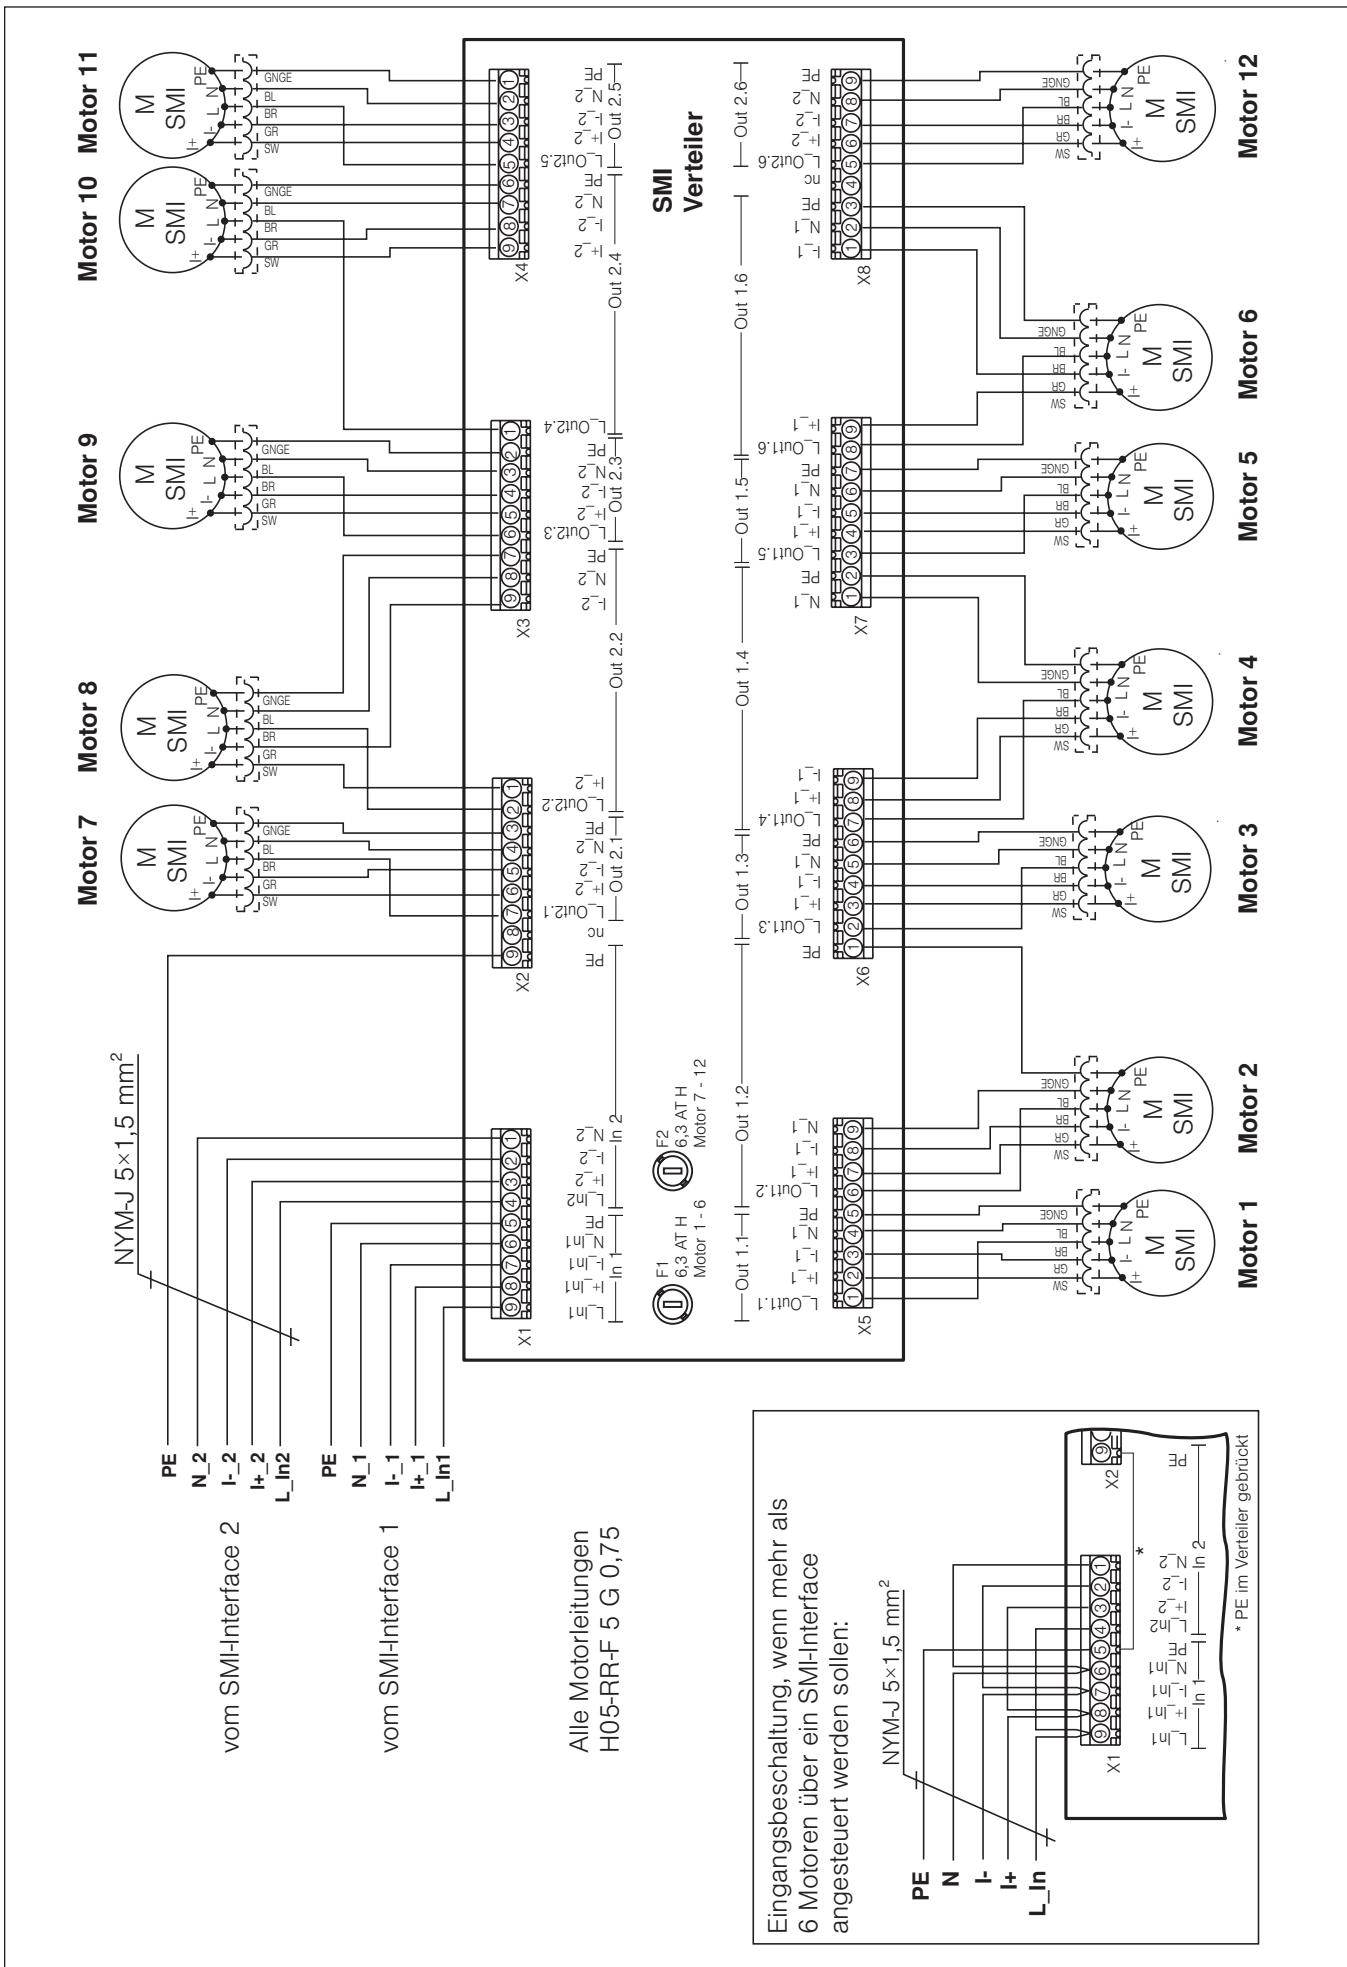

Abb. 5 Anschlussplan SMI Verteiler
- Der elektrische Anschluss des Produktes erfolgt nach Anschlussplan (siehe Abb. 5).